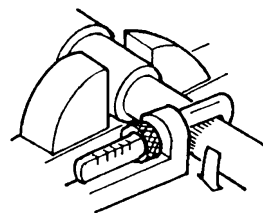

Fig.5.2
- 3) エアモーター本体部をバイスに固定し、サクシジョンチューブのローレット部にパイプレンチをかけ、ねじ戻し外してください。(Fig.5.2)